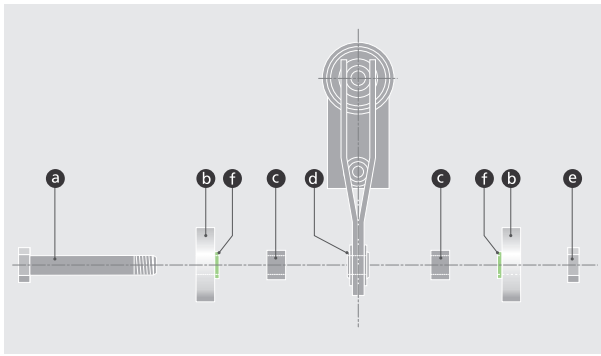

Abbildung 5.11.5
- Weiteren Abschnitt der Plattenkette prüfen und mit dem ersten verbinden. Dazu Passschrauben (a) durch Laufrollen (b), Buchsen (c) und Gelenklager (d) stecken. Steckrichtung an den bereits montierten Anschnitten orientieren. Mutter (e) auf die Passschraube (a) drehen und mit 32 Nm festdrehen. (Abb. 5.11.5)